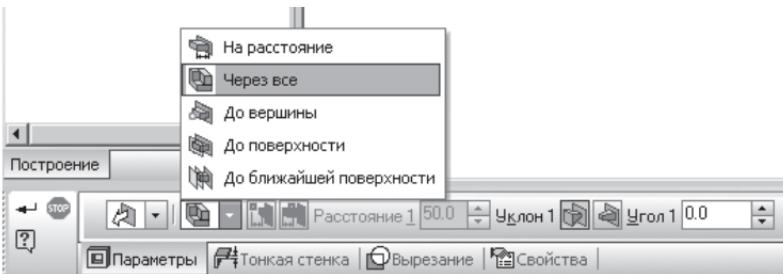

Рис. 154
- на панели **Свойства** на вкладке **Параметры** укажите **прямое** направление выдавливания (от нас), глубина выдавливания – **Через все** (рис. 154), **Угол 1** равен 0° ;